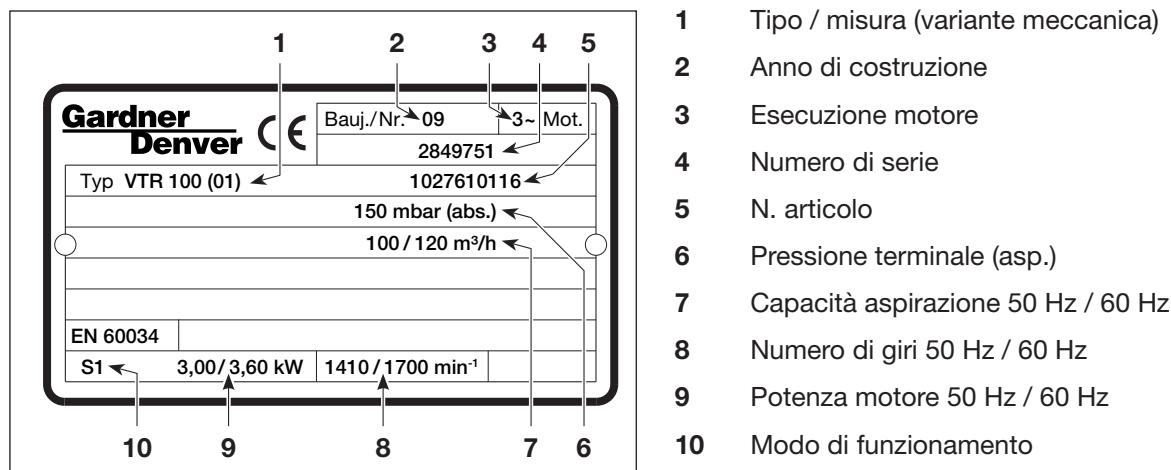

Fig. 3 Targhetta dati (esempio)
- a) I dati elettrici del motore sono indicati sulla targhetta dati (Fig. 3/N) o sulla targhetta dati motore (Fig. 3/P1). I motori sono conformi a DIN EN 60034 e sono eseguiti con classe di protezione IP 55 e classe isolamento F. Lo schema di collegamento è situato nella morsettiera del motore (non si applica nella versione con collegamento a spina). I dati del motore devono essere confrontati con quelli della rete di alimentazione usata (tipo corrente, tensione, frequenza di rete, amperaggio ammesso).